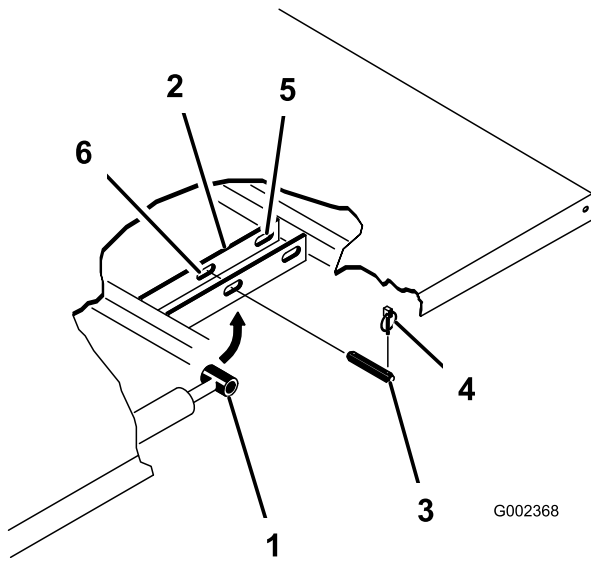

Рисунок 22
3. Удалите шплинты с кольцом из наружных концов шплинтуемых штифтов на штоках гидроцилиндров (Рисунок 22).
- Снимите шплинтуемые штифты, крепящие концы штоков гидроцилиндров к монтажным плитам кузова, протолкнув штифты внутрь (**Рисунок 22**).
- Выньте шплинтуемые шплинты, которые крепят шарнирные кронштейны к швеллерам рамы (**Рисунок 22**).